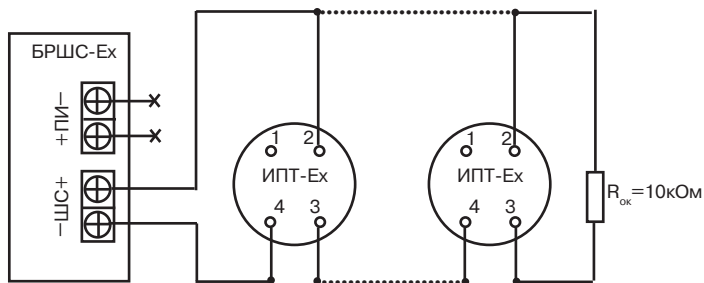

Рисунок 1 — Рекомендуемая схема подключения ИПТ-Ех к БРШС-Ех (в один шлейф БРШС-Ех рекомендуется включать не более 10 ИПТ-Ех)
5.2.3 Произведите монтаж подводящих проводов к клеммам контактов основания согласно схеме подключения (рисунок 1). Максимальная площадь поперечного сечения проводников – 0,75 мм².